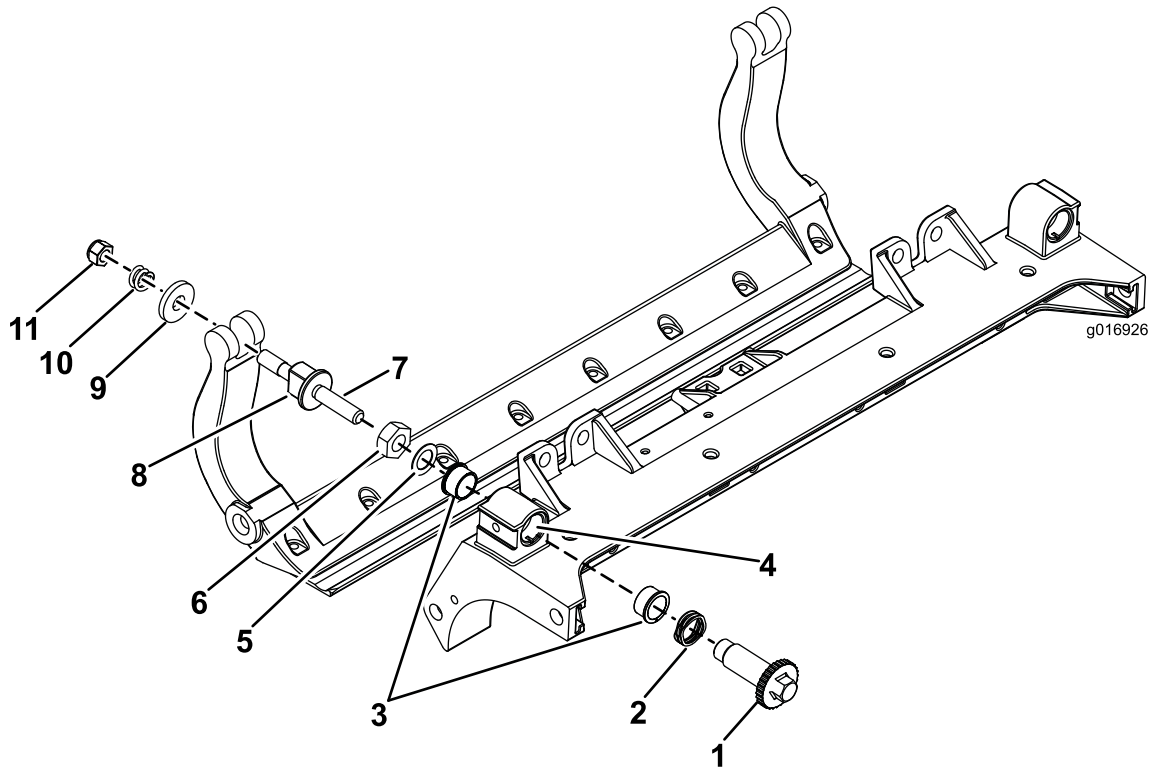

Figura 43
1. Retire todas as peças (consulte as *Instruções de instalação* do Kit DPA HD e a Figura 43).
2. Aplique composto anti-gripagem no interior da área dos casquilhos na estrutura central da unidade de corte (Figura 43).
3. Alinhe as chaves nos casquilhos das flanges com as ranhuras na estrutura e instale os casquilhos (Figura 43).
4. Instale uma anilha ondulada no veio do ajustador e deslize o veio para os casquilhos da flange na estrutura da unidade de corte (Figura 43).
5. Prenda o veio ajustador com uma anilha plana e porca de bloqueio (Figura 43).
12. Coloque uma arruela de aço no exterior de cada uma das arruelas de nylon (Figura 43).
Nota: As anilhas podem ter uma folga interna (Figura 43).
15. Aperte a porca em cada conjunto de ajustador da barra de apoio até que a mola de compressão esteja totalmente comprimida e, em seguida, desaperte a porca ½ volta (Figura 43).